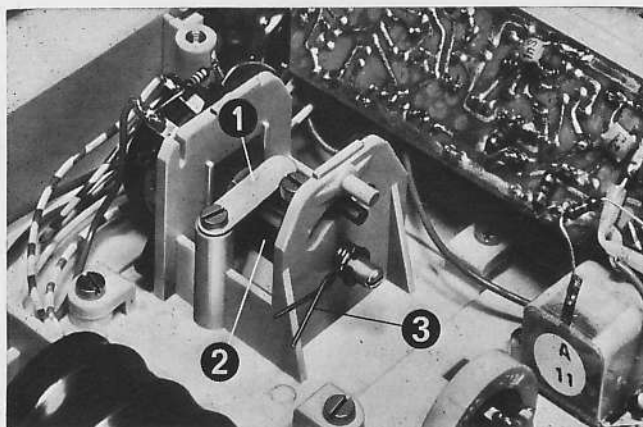

Abb. 7 Knüppelaggregat mit montierter Bremsfeder im 6-Kanal Sender.
ben (siehe Abb. 7), daß sie auf der geriffelten Walze (2) schleift. Dann Rückstellfeder (3) aushängen und festklemmen oder entfernen.